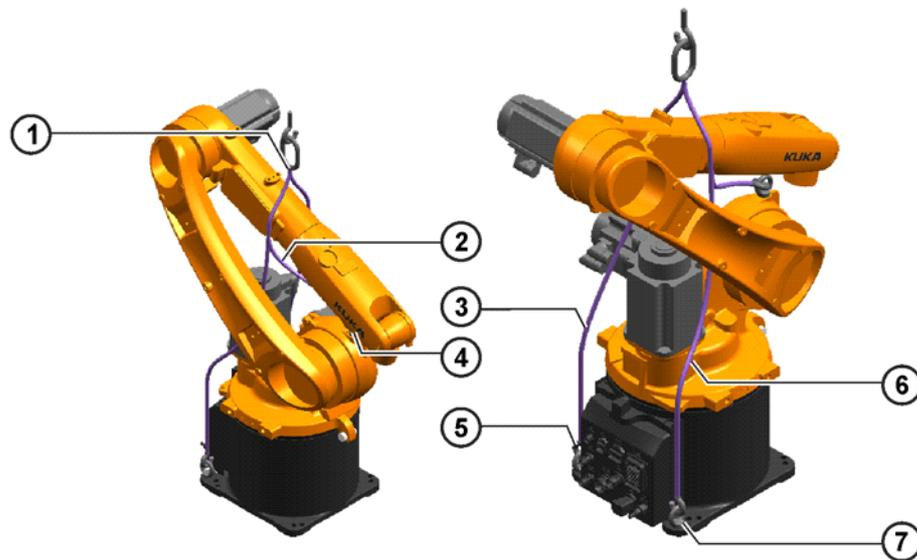
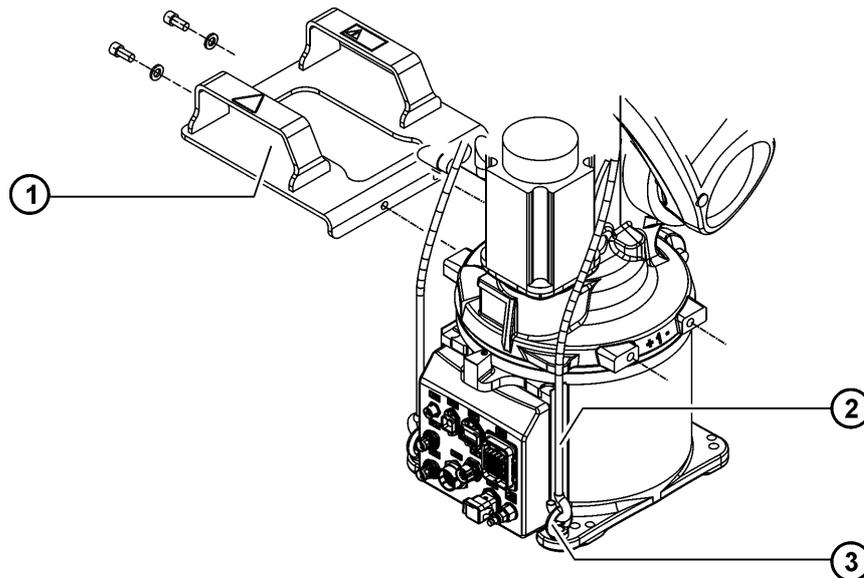

Fig. 7-4: Transport avec grue
Fig. 8-3: Transport du robot, montage
Le robot pour le montage au sol peut être transporté avec une grue et un harnais de transport (>>> Fig. 7-4). Pour ce faire, le robot doit se trouver en position de transport. Le harnais de transport est accroché à des vis à anneau vissées au bâti de rotation et à l'embase. Toutes les cordes du harnais de transport doivent avoir une longueur adéquate et doivent être menées de manière à ne pas endommager le robot. Les outils et les équipements montés peuvent provoquer un décalage défavorable du centre de gravité. C'est pourquoi ils doivent être démontés le cas échéant.
- Les vis à anneaux avec harnais de transport (>>> Fig. 7-4) ou les poches pour fourches de chariot élévateur au robot (>>> Fig. 8-3) sont montées.